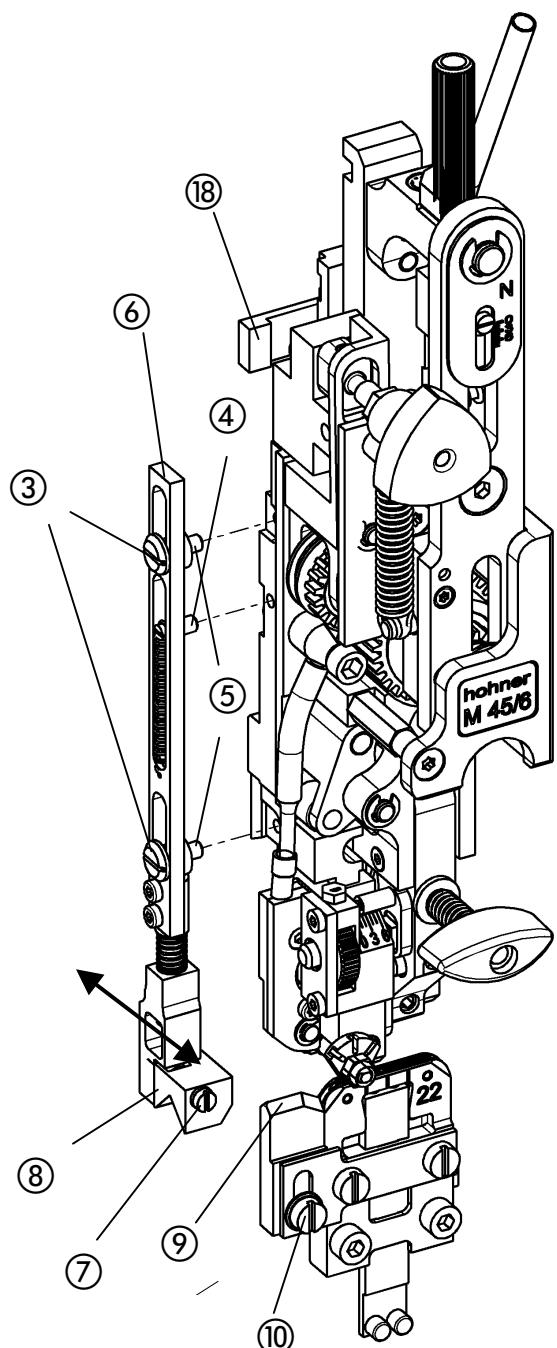

Fig. 16
- Mover el prisma de centrado ⑮ hacia adelante o hacia atrás hasta que se encuentre alineado con el prisma del cursor ⑯.
- Ajustar la altura del prisma ⑯ (aprox. 0,5 mm por encima de la caja del remachador) moviéndolo dentro del orificio alargado y apretar el tornillo de fijación ⑰.
- Fig. 16 -
- Para montar el pisador, apretar el perno de resorte ④ en el orificio del cabezal cosedor.
- Suspender los resortes de tracción en el perno de resorte ④ y las barras ⑥.
- Fijar el pisador en el cabezal cosedor girando el tornillo de fijación ③ con barras ⑥ y casquillo con borde ⑤.
- Montar el arrastre ⑮ en la corredera principal, véase la lista de piezas de repuesto, pág. E27.